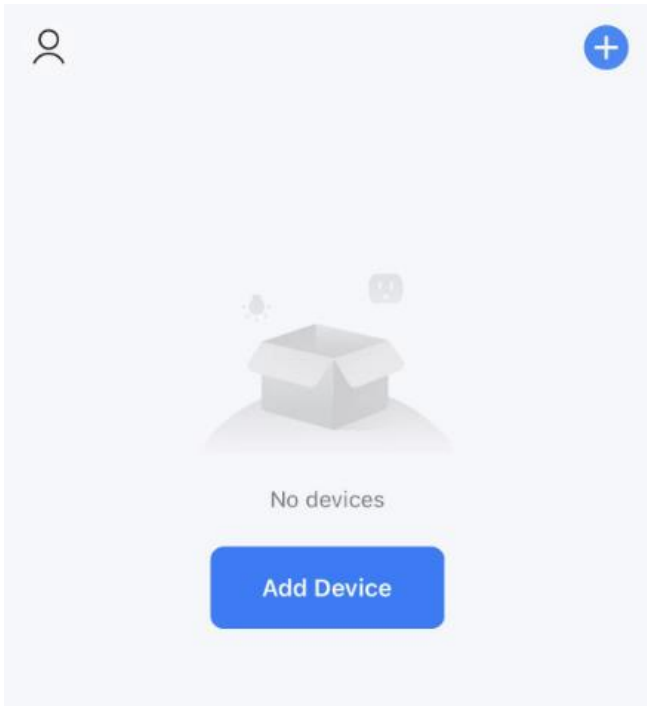

Fig.1
2. Meld u aan of log in op uw account van de App. Tik op "+" in de rechterbovenhoek of op de knop "Add Device" om uw apparaat toe te voegen. (Fig.1)